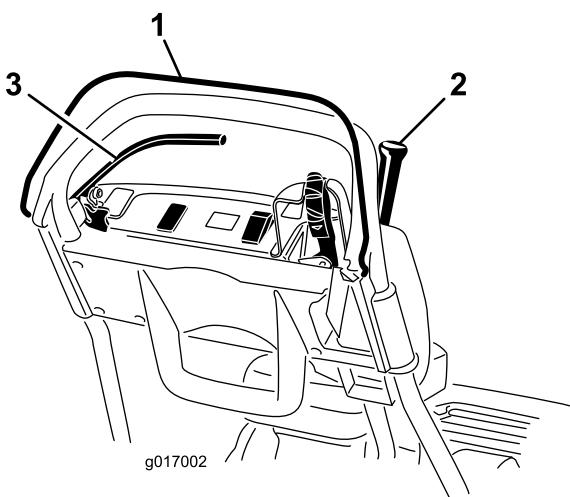

Figure 27
3. Relâchez la commande OPC et essayez d'engager le levier de commande de déplacement (Figure 27). Le levier de commande de déplacement ne doit pas s'engager. Si le levier de commande de déplacement s'engage, le système de sécurité doit être révisé. Corrigez le problème avant d'utiliser la machine (voir Entretien des contacteurs de sécurité).
- 4. Appuyez sur la commande OPC et engagez le levier de commande de déplacement, puis relâchez la commande OPC (Figure 27). Le levier de commande de déplacement doit s'engager. Si le levier de commande de déplacement ne s'engage pas, le système de sécurité doit être révisé. Corrigez le problème avant d'utiliser la machine Reportez-vous à la rubrique Entretien des contacteurs de sécurité ou Réglage de la transmission aux roues.
- 5. Après avoir appuyé sur la commande OPC et déplacé le levier de changement vers la gauche, engagez le levier de commande de déplacement et du cylindre, puis relâchez la commande OPC (Figure 27). Le levier de commande de déplacement doit s'engager. Si le levier de commande de déplacement ne s'engage pas, le système de sécurité doit être révisé. Corrigez le problème avant d'utiliser la machine Reportez-vous à la rubrique Entretien des contacteurs de sécurité, Réglage de la transmission aux roues ou Réglage de la commande du cylindre.
- 6. Après avoir appuyé sur la commande OPC et déplacé le levier de changement vers la gauche pour engager la commande de déplacement et du cylindre, déplacez le levier de changement vers la droite pour désengager la commande du cylindre (Figure 27). La commande du cylindre doit se désengager. Si le levier de commande de déplacement ne s'engage pas, le système de sécurité doit être révisé. Corrigez le problème avant d'utiliser la machine Reportez-vous au Réglage de la transmission aux roues.
2. Appuyez sur la commande OPC, engagez le levier de commande de déplacement et amenez les commandes du moteur en position de démarrage (Figure 27). Essayez de mettre le moteur en marche. Le moteur ne doit pas démarrer. Si le moteur démarre, le contacteur de sécurité est défectueux. Corrigez le problème avant d'utiliser la machine (voir Entretien des contacteurs de sécurité).
2. Appuyez sur le levier de commande de déplacement, serrez le frein de service et amenez les commandes du moteur en position de démarrage (Figure 27). Essayez de mettre le moteur en marche. Le moteur doit démarrer. Si le moteur ne démarre pas, le contacteur de sécurité est défectueux. Corrigez le problème avant d'utiliser la machine (voir Entretien des contacteurs de sécurité).
3. Moteur en marche, serrez le frein de service (pas le frein de stationnement), appuyez sur la commande OPC et engagez le levier de commande de déplacement (Figure 27). Le moteur doit alors peiner pour faire avancer la machine mais ne doit pas caler. Si le moteur cale immédiatement, le contacteur de sécurité est défectueux. Corrigez le problème avant d'utiliser la machine (voir Entretien des contacteurs de sécurité).
4. Moteur en marche, serrez le frein de stationnement, appuyez sur la commande OPC et engagez le levier de commande de déplacement (Figure 27). Le moteur doit s'arrêter. Si le moteur ne s'arrête pas, le contacteur de sécurité est défectueux. Corrigez le problème avant d'utiliser la machine (voir Entretien des contacteurs de sécurité).